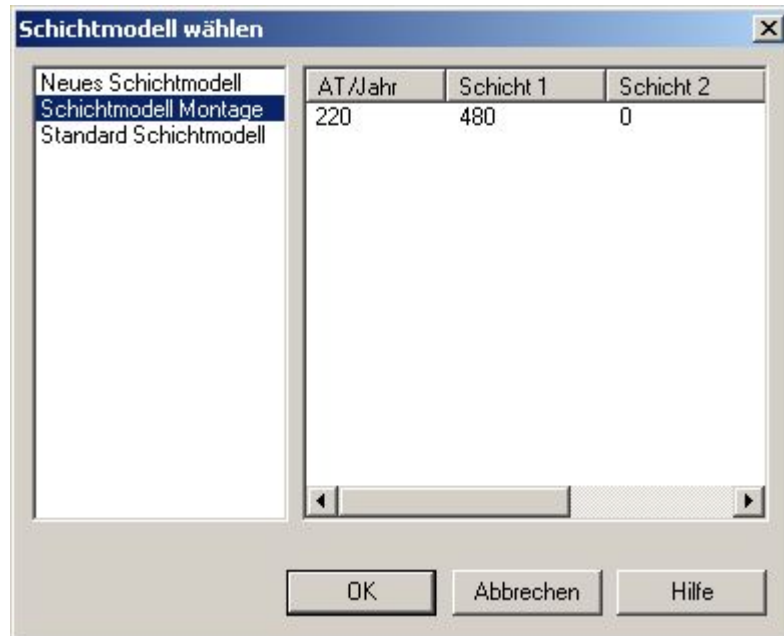

Abbildung 35: Schichtmodell auswählen
- Über *Auswahl* wählen Sie ein bereits angelegtes Schichtmodell aus. Siehe auch: Abbildung 35.